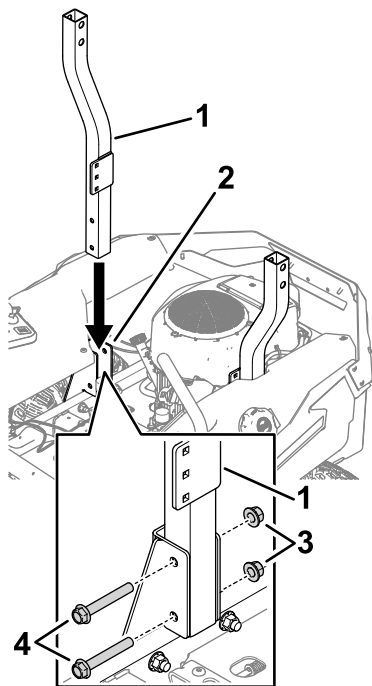

Bild 6
2. Setzen Sie ein unteres Überrollbügelrohr in die Halterung des Überrollschutzes ein und befestigen Sie es mit zwei Sechskantschrauben ($\frac{1}{2}$ x 3- $\frac{1}{2}$ ") und zwei Sicherungsmuttern ($\frac{1}{2}$ "), wie in **Bild 6** dargestellt. Wiederholen Sie den Vorgang auf der anderen Seite.